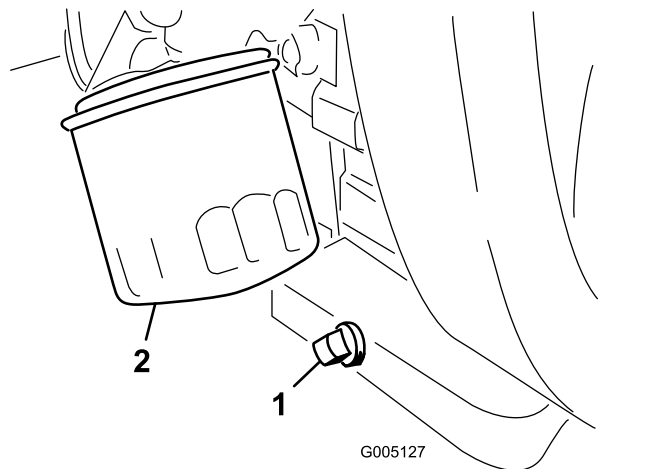

図 34
1. ドレンプラグ 図 34 を外してオイルを容器に受ける。
2. ドレンプラグのねじ山をきれいにして PTFE シーラントを巻き付ける 図 34。